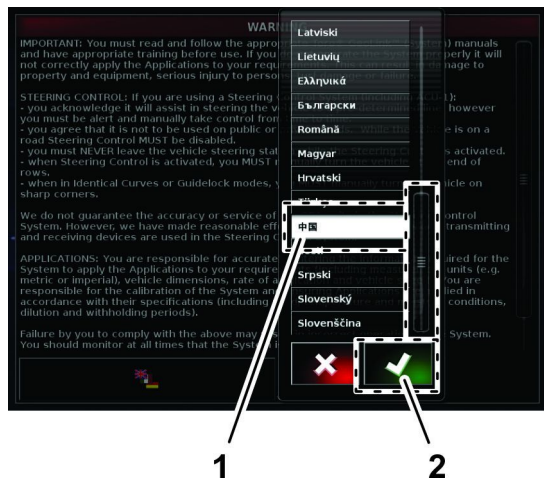

Bild 15
2. Navigieren Sie im Sprachauswahl-Dialogfeld auf die bevorzugte Sprache, wählen Sie aus der Liste aus und tippen auf das Yes-Symbol (Bild 15).